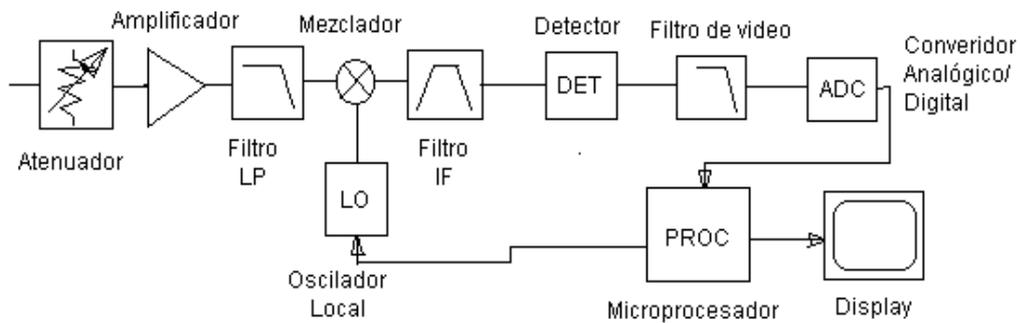
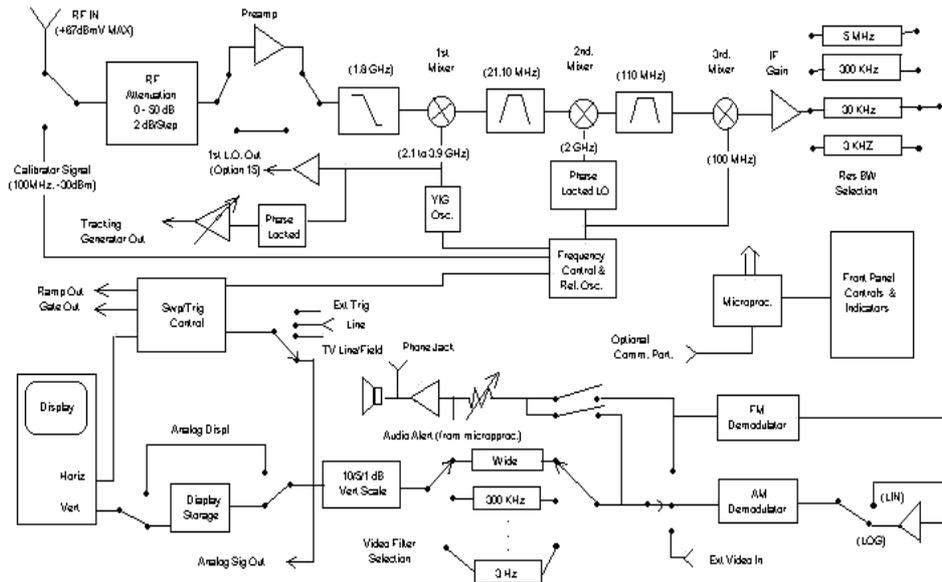

Figura 3. Diagrama de bloques de un analizador de espectro digital, controlado por microprocesador.
Figura 4. Diagrama de bloques del analizador de espectro TEKTRONIX 2711.
El paso de tecnología analógica a digital, Figura 3, implica la utilización de microprocesadores y la introducción de displays digitales. En este caso, la salida del filtro FI (o del detector) se convierte a dígitos binarios con un CAD. Los valores digitales son leídos por un microprocesador que controlará el display digital donde se muestra la imagen y al oscilador local (LO) que gobierna el mezclador del dispositivo.
En la Figura 4 se muestra el diagrama de bloques del analizador de espectros en estudio, el TEKTRONIX 2711. Puesto que el analizador Tektronix 2711 es un analizador de espectro digital, heterodino y de barrido, existen similitudes con el esquema mostrado en la Figura 3. En este caso, se puede apreciar la existencia de 3 conversiones de frecuencia en cascada. Estas conversiones se realizan para trabajar en una frecuencia intermedia, FI, adecuada. Un valor de FI alto facilita la supresión de las frecuencias imagen pero